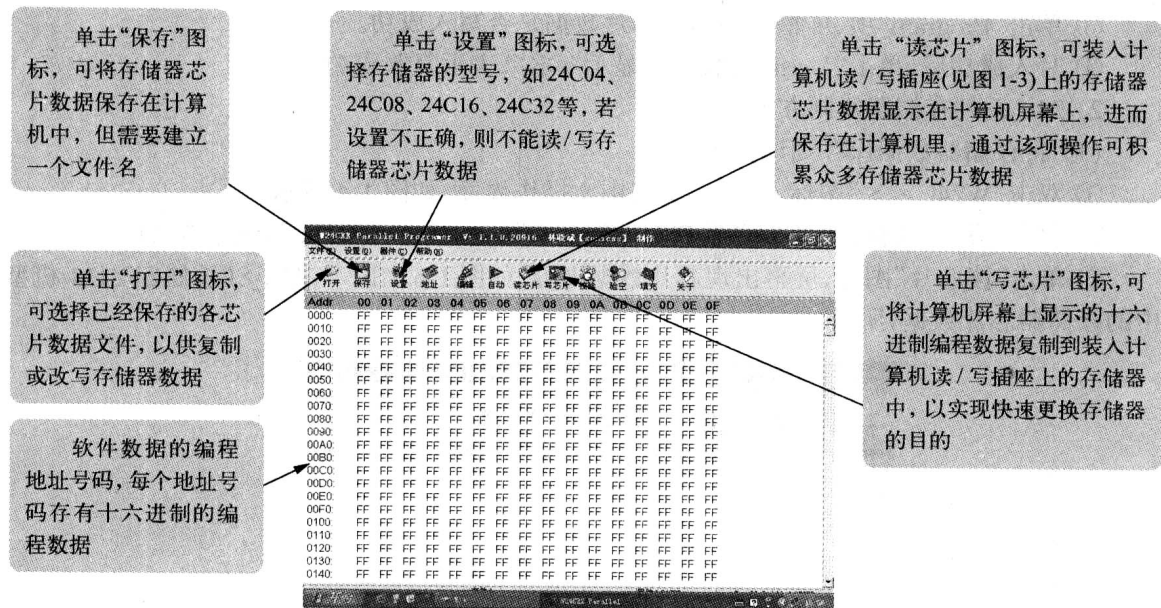
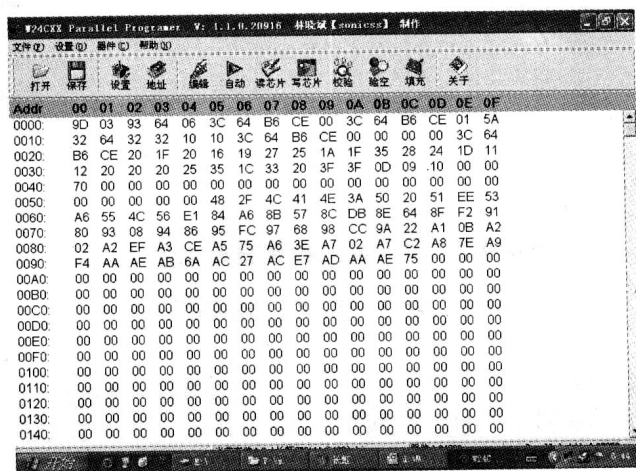
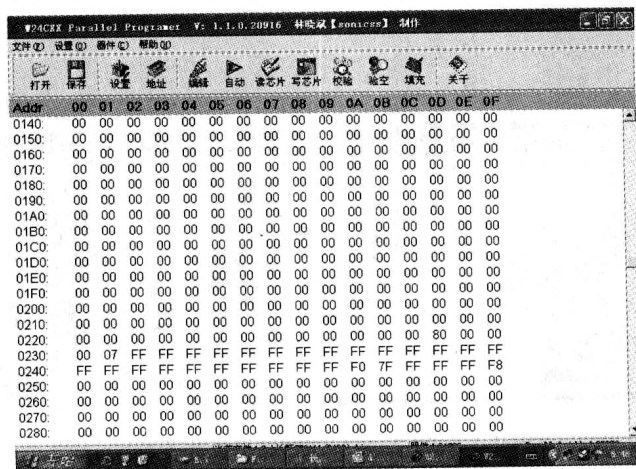
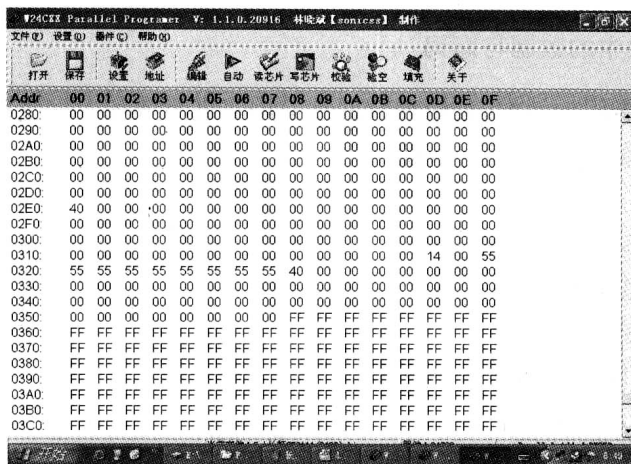

图 1-4 24C × × 系列存储器操作界面
图 1-6
图 1-7
图 1-8
(1) 将存储器数据保存到计算机中
① 双击“W24C××”图标,屏幕上出现中文操作界面,如图 1-4 所示。
② 单击“设置”图标,选择 24C 系列存储器的型号,如长虹 SF2111 机型中为 24C08。
③ 单击“读芯片”图标,屏幕出现芯片数据内容,如图 1-6、图 1-7、图 1-8(长虹 SF2111 机型中的存储器芯片数据)所示。